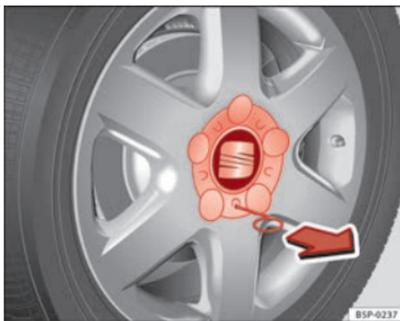

Fig. 175 Substituição de pneu: Retirar o embelezador da roda
- Extraia o **tampão** da roda. Consulte também ⇒ Fig. 175
- Introduzir o **gancho de extracção** das ferramentas no respectivo orifício, que se encontra num dos tampões de parafuso do tapa-cubos ⇒ Fig. 175.